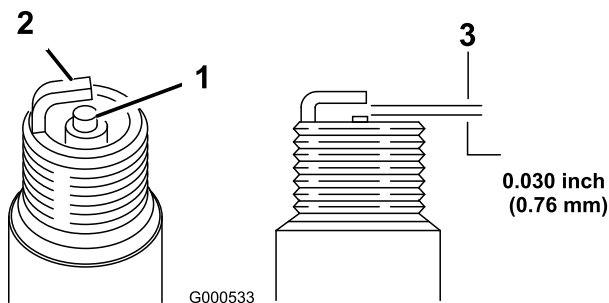

Figura 37
5. Fije el hueco entre los electrodos en 0,76 mm (0,030 pulg.) (Figura 37).